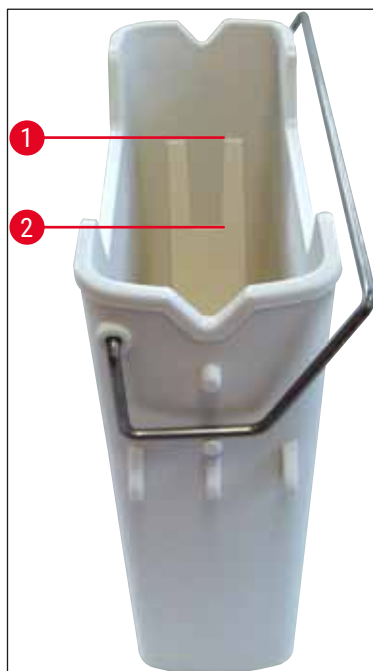

Рис. 17
- » Убедитесь, что ручка кюветы для реактивов правильно установлена на кювету для реактивов. Если это не так, закрепите ручку, как показано на (→ Рис. 17).